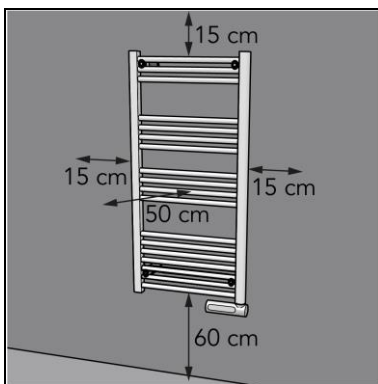

Figure 6
2. Placez l'appareil en respectant une distance minimale (figure 6) de :